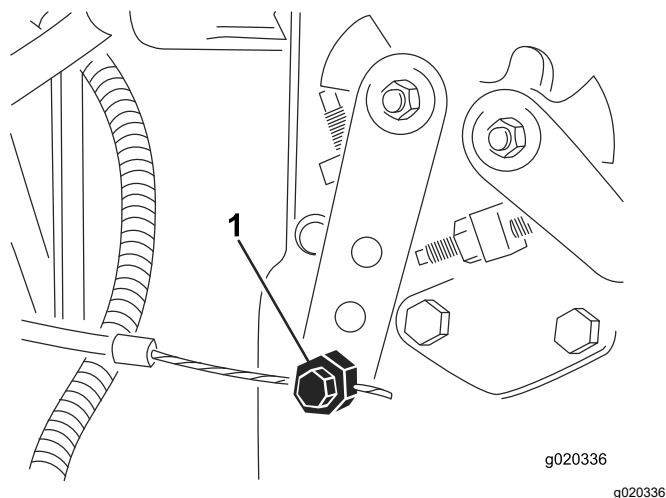

图 78
3. 拧松油门拉索接头接头位于喷射泵控制杆臂 (图 78) 上。